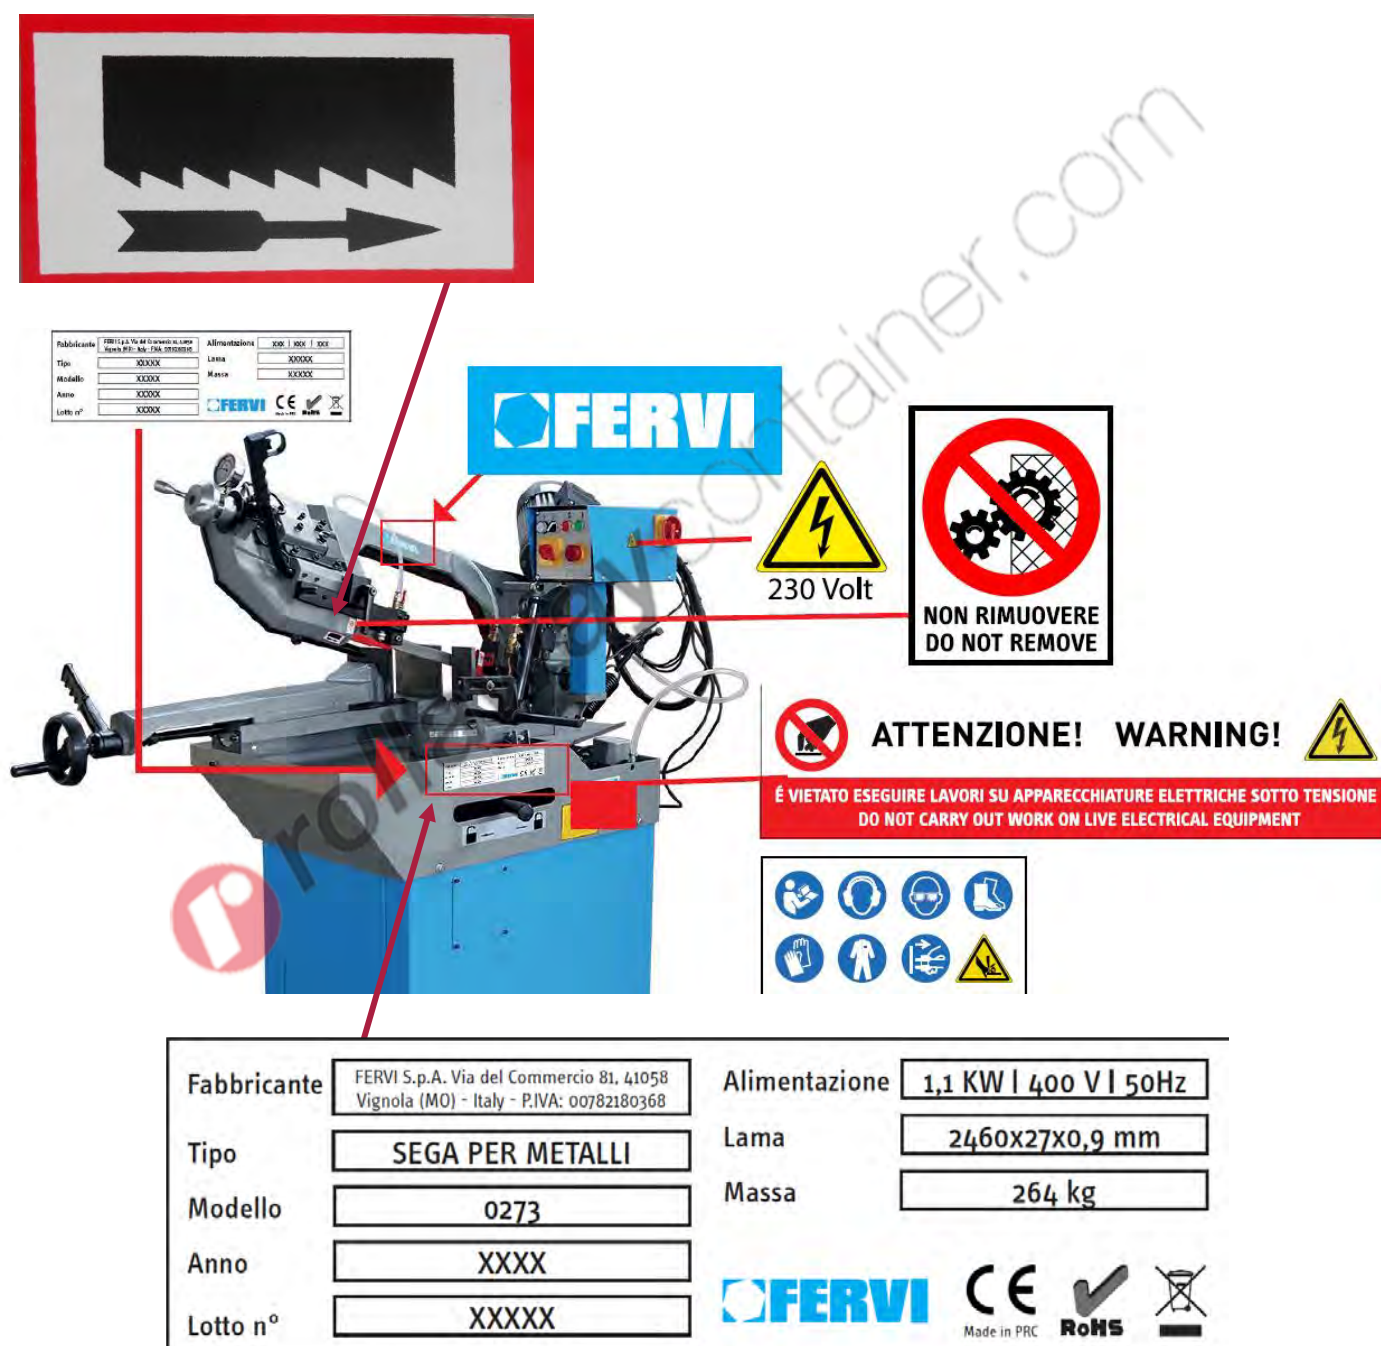

Figura 2 – Targhetta di identificazione e pittogrammi.
- un pittogramma di indicazione del senso di rotazione della lama, sulla testa mobile sotto al guida lama. Vedere la (Figura 2).